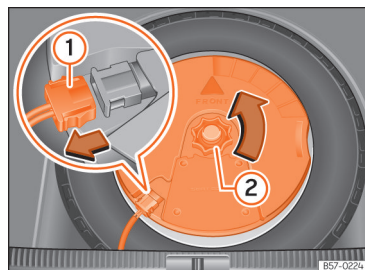

Fig. 220 Na bagageira: desmontar o subwoofer.
- Desligue o cabo do altifalante subwoofer »» **Fig. 220 ①.**
- Rode a rodinha de fixação no sentido contrário ao dos ponteiros do relógio »» **Fig. 220 ②.**